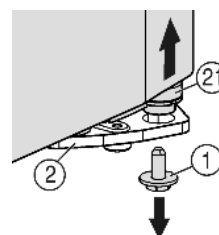
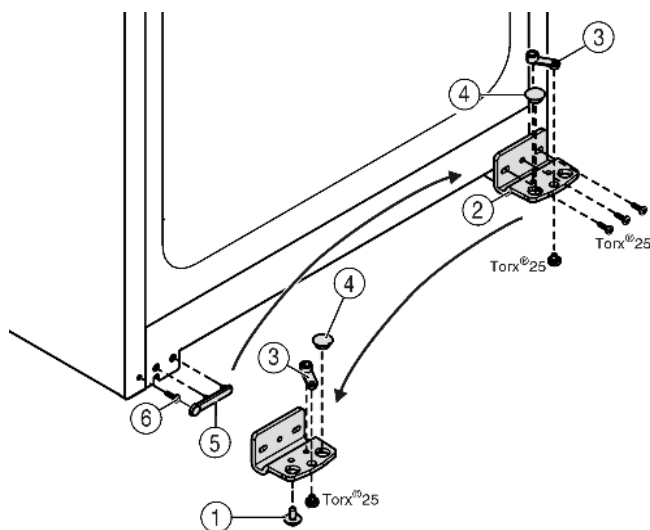

Fig. 4
Fig. 5
- ▶ Vpravo dole na stojanu ložiska vyšroubujte pojistný šroub Fig. 4 (1).
- ▶ Ložiskový čep Fig. 4 (21) se uvolní ze stojanu ložiska Fig. 5 (2).
- Pokud se ložiskový čep Fig. 4 (21) neuvolní, vytlačte čep zdola.
- Našroubujte stojan ložiska Fig. 5 (2).
- Našroubujte ložiskový díl Fig. 5 (3) a přemístěte do protilehlého upínacího otvoru stojanu ložiska, opět přišroubujte.
- Vyjměte ze stojanu ložiska zátku Fig. 5 (4) a nasadte do protilehlého upínacího otvoru stojanu ložiska.
- Opatrně zvedněte kryt Fig. 5 (5) na straně madla.
- Vyšroubujte šroub Fig. 5 (6) a na protější straně ho opět nasadte.
- Kryt Fig. 5 (5) opět nasadte.
- Přišroubujte opět stojan ložiska Fig. 5 (2) na novou stranu závěsu (sílu 4 Nm), příp. pomocí akumulátorového šroubováku.
- Zašroubujte a dotáhněte pojistný šroub Fig. 4 (1) dole do ložiskového čepu (sílu 4 Nm).